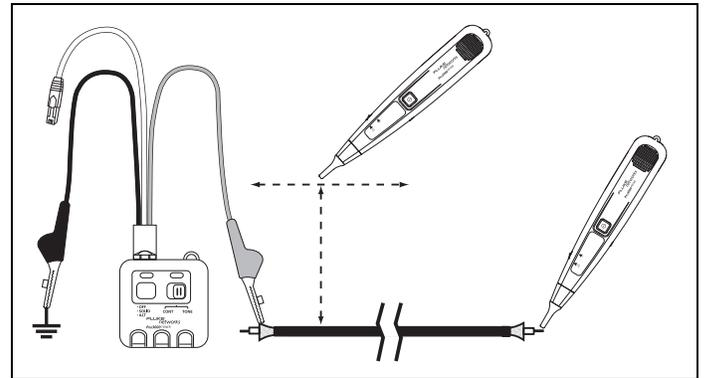

図 3. ケーブルのトレース
- 2 赤のテスト・リード線を、不明なケーブルのワイヤーに接続します (図 3)。